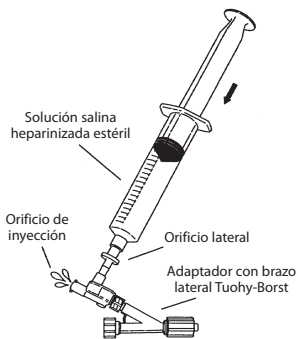

Fig. 2
4. Conecte la válvula de no retorno al adaptador transparente Tuohy-Borst. La válvula Tuohy-Borst debe estar totalmente cerrada. Conecte una jeringa con 20 mL de solución salina heparinizada al orificio lateral del adaptador de válvula de no retorno y purgue lentamente el aire del orificio de inyección. (Fig. 2)